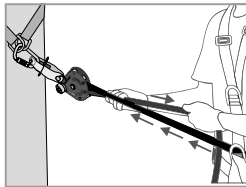
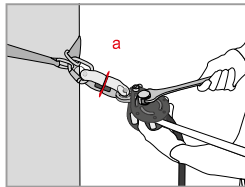

Fig 3
Fig 4
Når du har installert livlinen, må du aller først regulere spenningen ved å dra i tauet (i den enden hvor tauet har en ende-knute - Fig. 3). Kammen (8) og kamspaken (4) skal da komme i kontakt med tauet. Slå ned kamspaken (4). Ved hjelp av en egnet nøkkel, justér spenningen på aksene for spenningsjustering (1) inntil skiven for spenningsmerket (2) går fritt rundt (Fig. 4). Så snart skiven spinner fritt, SKAL MAN IKKE STRAMME VIDERE! Dette tilsvarer en forhåndsspenning på linen på ca. 0.5 kN. Når utstyret er i bruk, må du kontrollere denne spenningen jevnlig (skiven for spenningsmerket må spinne fritt) og ved behov, må spenningen justeres, som beskrevet ovenfor.